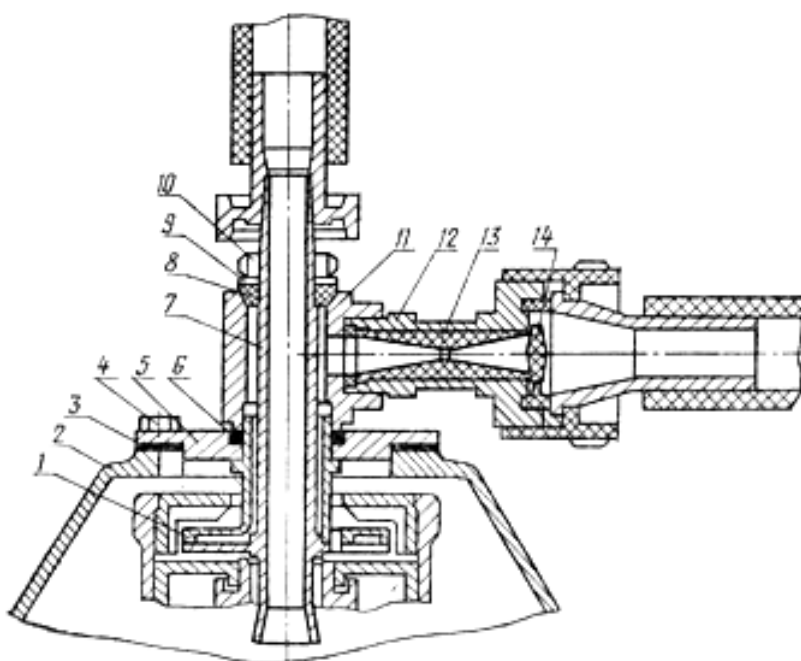

Рисунок 7 – Приемно-выводное устройство:
**Приемно-выводное устройство** состоит из центральной трубки 7 (рис. 7), напорного диска 1, тройника 11, втулки 13, клапана 14 и патрубка 12. Фиксация приемно-выводного устройства относительно крышки барабана осуществляется фланцем 5, а его крепление – болтами 4.